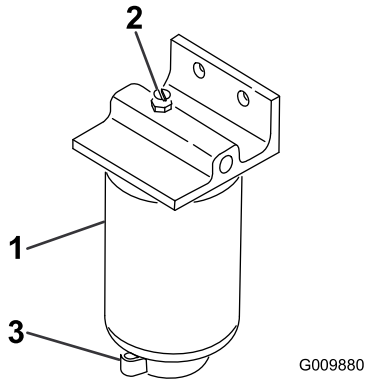

图 58
3. 松开过滤器过滤筒底部的排油阀 (图 58)。
2. 清洁滤清器过滤筒的安装区域图 58。